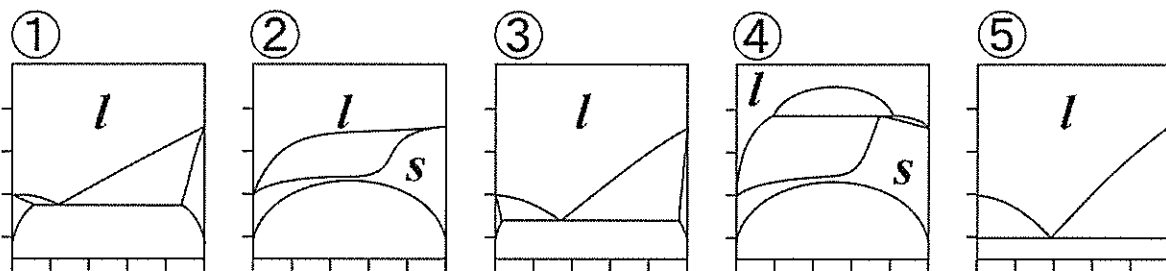

図3
問2 図3は縦軸（温度範囲）と横軸（組成範囲）が全て同じである5つの二元系状態図を示す。①の状態図は液相が理想溶体で、固相がある相互作用パラメーターをもつ正則溶体モデルの状態図である。固相は、この正則溶体モデルのまま、液相の正則溶体モデルの相互作用パラメーター( $\Omega_{liq}$ )のみを仮想的に変化させると、残りの4つの状態図が得られる。液相の相互作用パラメーターの大きい順に並べよ。解答には、そのように考えた理由も記せ。ただし①の状態図は液相が理想溶体であるので、この場合は $\Omega_{liq} = 0$ と考えよ。